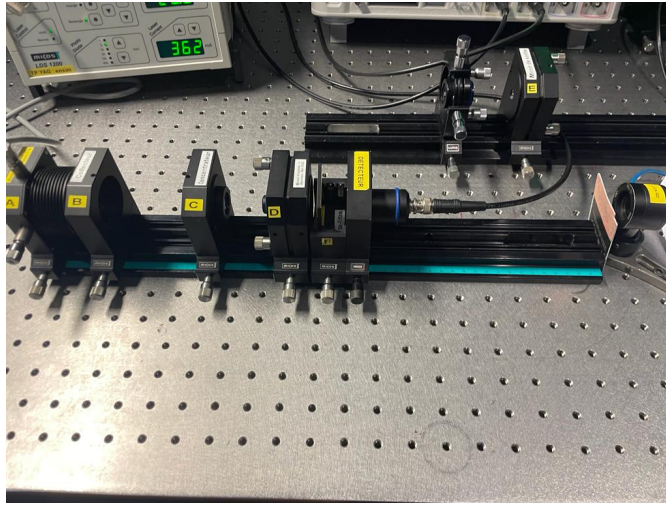

Figure 9: Placement du barreau laser YAG:Nd.
*Montage Expérimental pour la Mesure du Temps de Vie Le montage expérimental (Figure 9) implique l'interposition d'un filtre entre le YAG:Nd et le photodétecteur pour éliminer les résidus du faisceau de pompage. Les voies A et B de l'oscilloscope sont connectées respectivement aux sorties CURRENT et PHOTODIODE. La tâche est de déterminer la valeur de τ .